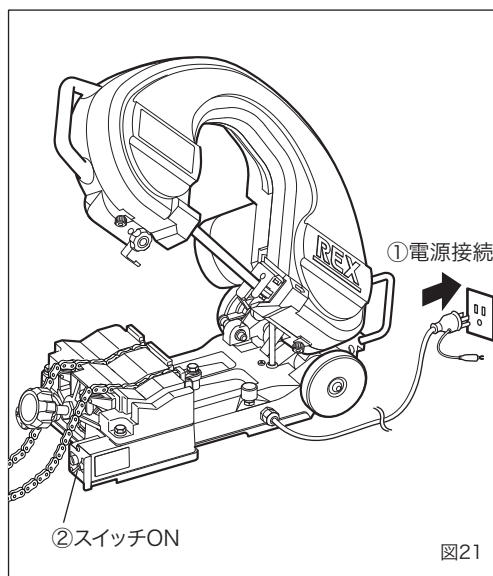

図21
6. 切断前の点検(図21)
- ①電源プラグをコンセントに接続します。
- ②フレームを上げた状態でベース前面右側にあるスイッチをONにします。
- ③以下の点を確認してください。
- ④確認が終わったら、電源プラグをコンセントから一旦、外しておいてください。